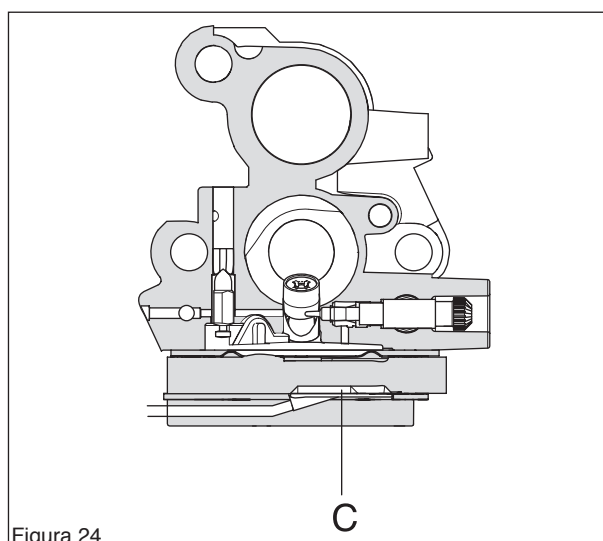

Figura 24
En la unidad de bomba (C) se bombea combustible desde el depósito hacia el sistema dosificador del carburador. Un lado de la membrana de bombeo está conectado con el cárter e impulsa al ritmo de los cambios de presión en el cárter. El otro lado de la membrana bombea combustible. (Ver la figura 24.)